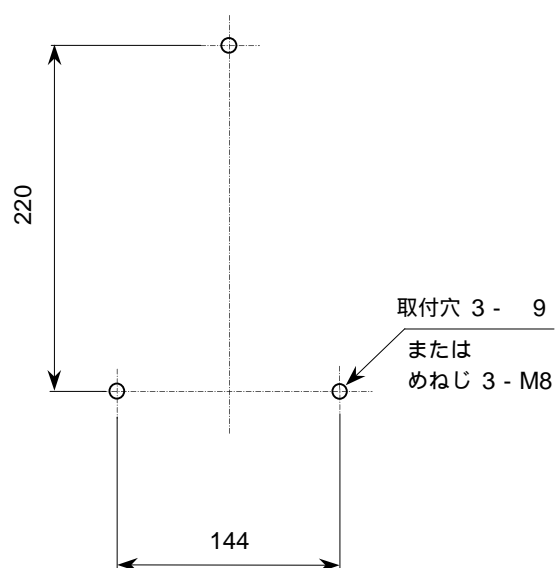

図 1.1
- 1) 取り付ける壁や盤に、図 1.1 に示す取付穴を 3カ所あけてください。